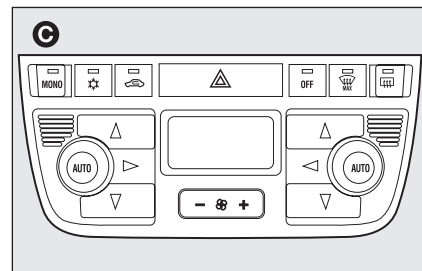

fig. 7
- ☐ con climatizador automático bi-zona **C-fig. 7**.